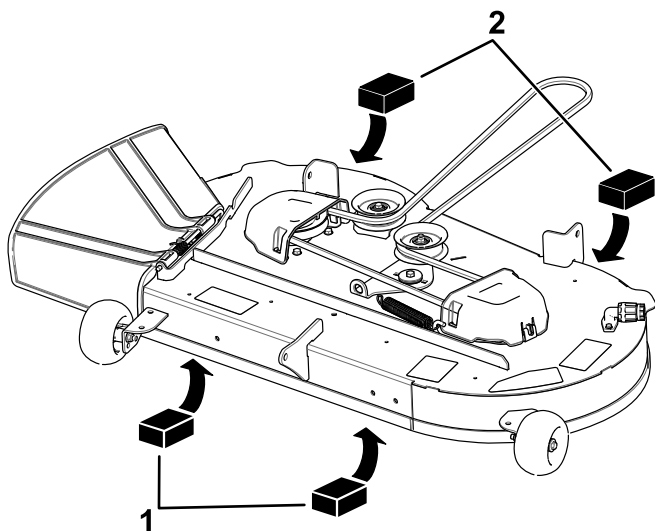

Figure 64
4. Placez deux cales de 6,6 cm (2 5/8 po) d'épaisseur chacune sous chaque côté du bord avant du tablier de coupe, mais pas sous les supports des galets anti-scalp (Figure 64).
5. Placez deux cales de 7,3 cm (2 7/8 po) d'épaisseur chacune sous le bord arrière de la jupe du tablier de coupe, une de chaque côté (Figure 64).